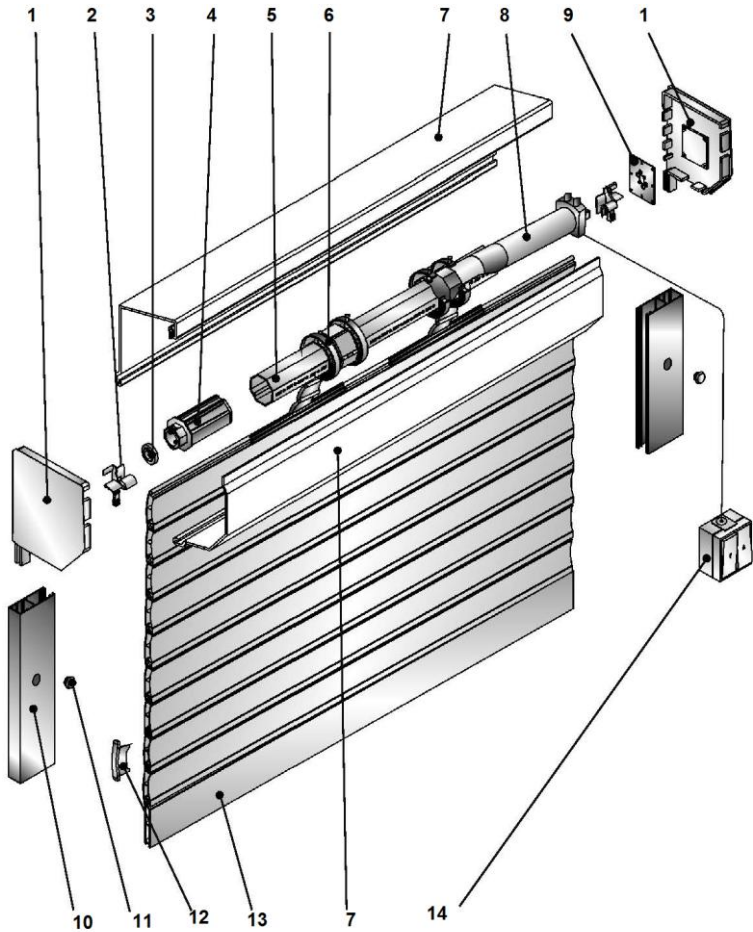

Fig.1 Volet roulant avec la commande électrique :
1.3.1. Les éléments constructifs principaux du volet roulant : tablier, coffre de protection, coulisses, lame finale, commande (voir fig. 1).
1.3.3 Conception et fonctionnement du volet roulant équipé de commande électrique (voir fig. 1) :
Simultanément au verrouillage de l'axe la commande est coupée du circuit quand la partie centrale du frein (accouplement) (fig.1. position 3) tourne par rapport au corps (fig.1, position 1). En tournant l'accouplement appuie sur l'interrupteur (fig.1, position 2) et coupe le circuit de la commande.
Attention ! Pour revenir le frein dans son état initial de service il est nécessaire de desserrer la vis de blocage (fig. 1, position 4), tourner la partie central dans la position initiale (comme indiqué sur la fig. 1) et serrer la vis avec une clé dynamométrique (force de serrage - 15Nm) . Après cela, il faut peindre (laquer) la vis de blocage pour empêcher le dévissage des fixations.